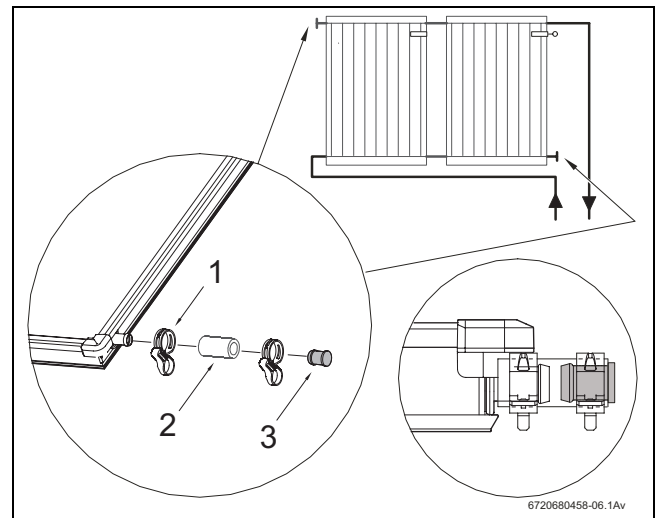

Fig. 35 Montați dopurile oarbe și brida cu bandă elastică
- ▶ Introduceți furtunurile solare de 55 mm (Fig. 35, [2]) cu dopurile oarbe premontate în ambele racorduri libere ale câmpului de panouri.